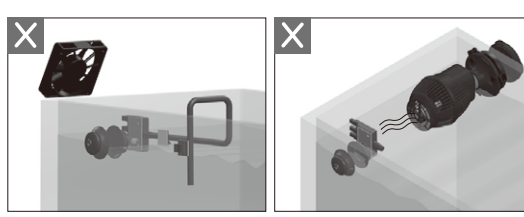

図 4
- ・冷却ファンを使用する場合は、ファンの風がセンサーに当たらないようにしてください。（図 4 参照）